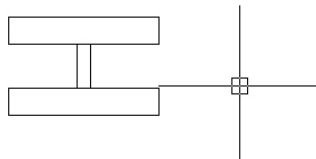

Figure 4.21
2. Dessinez un bloc (voir Figure 4.21). L'exemple est abstrait mais il pourrait s'appliquer à de nombreux corps de métiers.